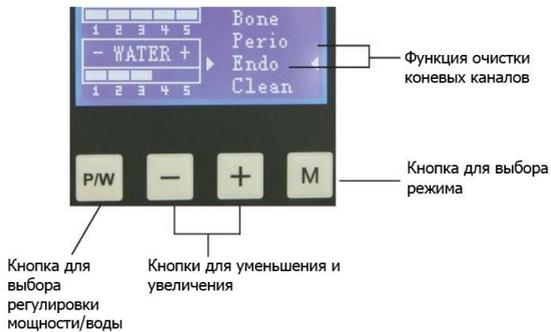

Рисунок 6
7.4.7 Убедитесь, что наконечник DS-II (LED) правильно подсоединен к разъёму для наконечника (Рис.6 - С, Рис.7);